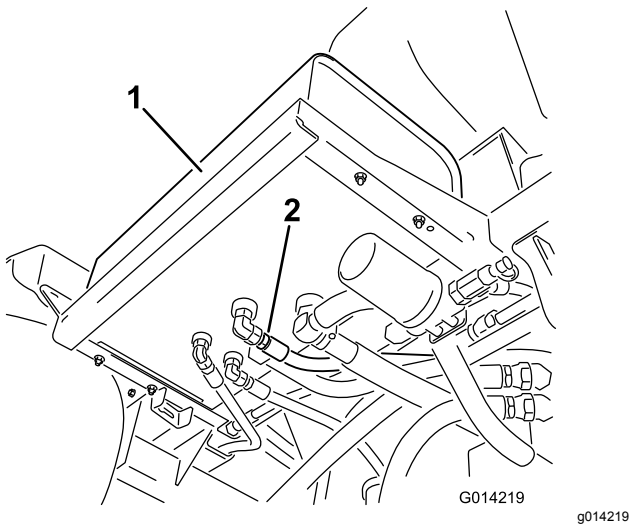

Figure 98
- Nettoyez la surface autour d'un raccord de flexible hydraulique au bas du réservoir d'huile hydraulique (Figure 98).
4. Débranchez le raccord de flexible du réservoir et vidangez l'huile dans le bac de vidange (Figure 98).